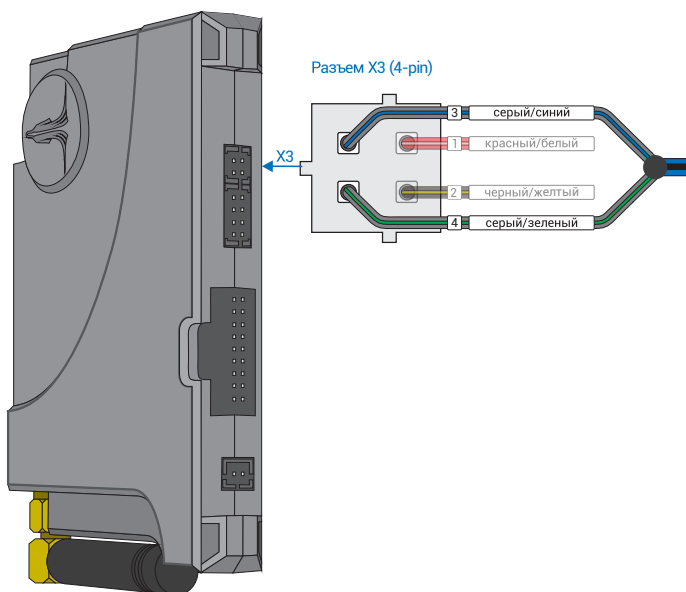
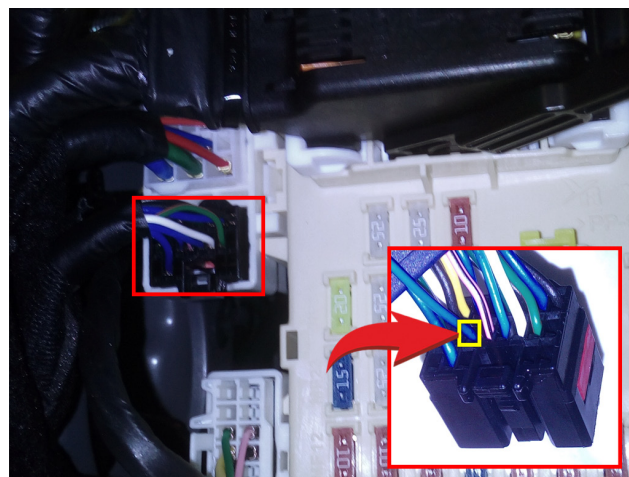

Рис.1 Призрак-8xx
Рис.2 Место подключения (синий/черный)
3. Объедините между собой серый/синий провод (контакт №3) и серый/зеленый провод (контакт №4), находящиеся в разъеме X3 (см. рис.1). Подключите их к шине данных а/м: синий/черный провод (контакт №11) слева на блоке предохранителей в черном разъеме (см. рис. 2).